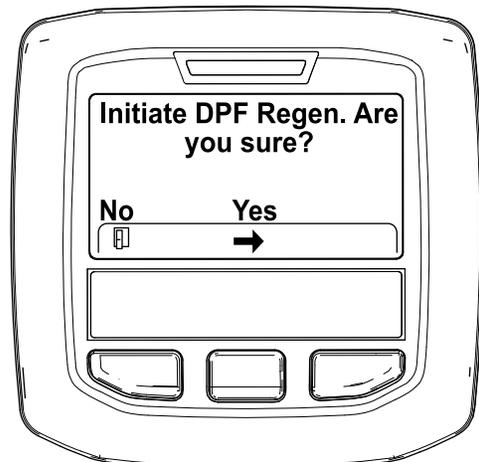

Figura 35
- Quando surgir a mensagem "Initiate DPF Regen. Are you sure?" (Iniciar Regen. DFP. Tem a certeza?), prima o botão central (Figura 35).